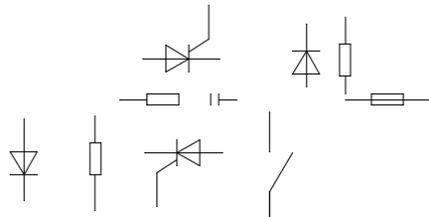

图 11-83 摆放元器件
(2) 平移元器件符号。单击“修改”工具栏中的“移动”按钮，在“对象捕捉”绘图方式下，将各个元器件符号摆放到适当的位置，结果如图 11-83 所示。